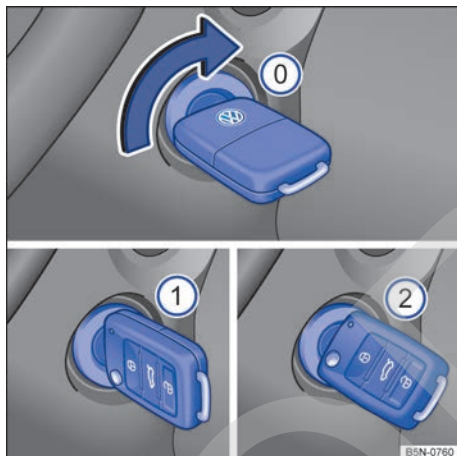

Fig. 97 Al lado del volante de la dirección, a la derecha: posiciones de la llave del vehículo en la cerradura de encendido.
Posiciones de la llave del vehículo → fig. 97
| 4. | Gire la llave del vehículo en la cerradura de encendido hasta la posición → fig. 97 ① para conectar el encendido - Motor gasolina y TOTALFLEX. En ese momento la luz de control del sistema de arranque en caliente ☸ se encenderá en el panel de instrumentos - Sólo motor TOTALFLEX con sistema E-Flex. | |
| 6. | Gire la llave del vehículo en la cerradura de encendido a la posición → fig. 97 ② para arrancar el motor - no acelere. En caso de que no se respete la etapa 5, la luz de control ☸ titilará indicando que es necesario interrumpir el procedimiento de arranque y repetirlo después de volver la llave a la posición → fig. 97 ① y esperar aproximadamente 10 minutos - Motor TOTALFLEX con sistema E-Flex. | |
| 5. | Girar la llave del vehículo en la cerradura de encendido a la posición → fig. 97  . | |